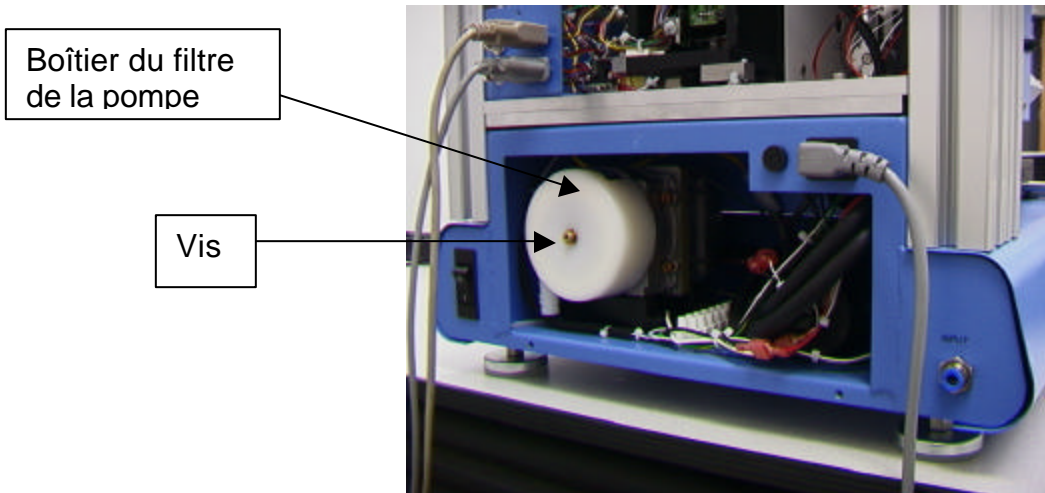

Figure 21
- i. Ouvrez le couvercle à l'arrière du TF 1500. (Figure 21)